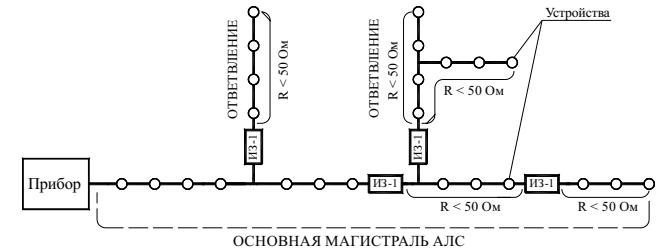

Рисунок 2
– разрывать радиальную АЛС (рисунок 2) в месте установки изолятора, ближайшего к точке КЗ. Это локализует участок после изолятора и оставляет работоспособным участок АЛС между прибором и сработавшим изолятором шлейфа;
- радиальной АЛС (рисунок 2);